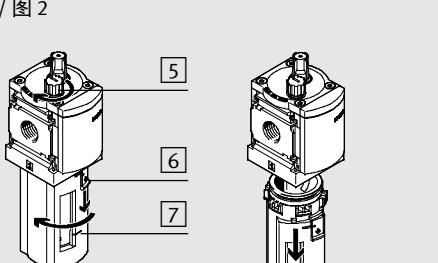

Fig. 3 / 图 3
Sinkt der Ölstand unterhalb der Markierung [7] (→ Bild 3), muss Öl nachgefüllt werden.
1. Drehen Sie die Entlüftungsschraube [5] (→ Bild 3) neben dem Schauglas ganz heraus.
- If the oil level falls below the marking **7** (→ Fig. 3), oil must be refilled.
- Completely unscrew the venting screw **5** (→ Fig. 3) beside the viewing glass.